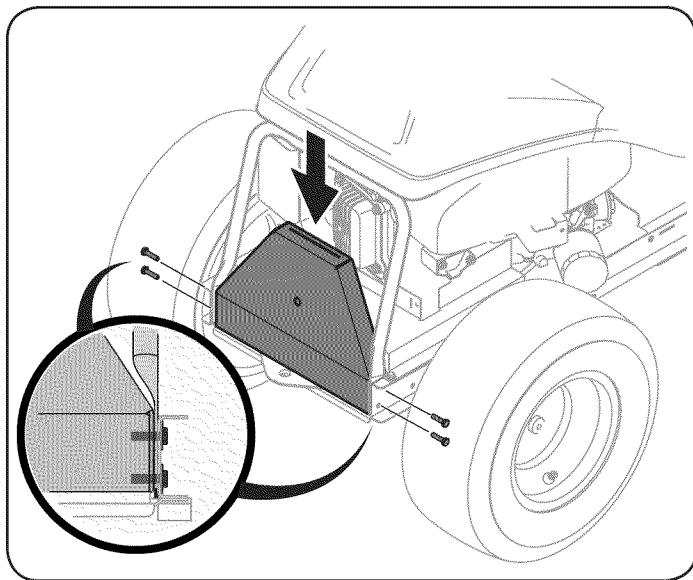

Figure 4
2. Instale el soporte de la embolsadora de montaje en el tractor, con cuatro tornillos de cabeza hexagonal 710-3015 de Hardware Pack de 689-00210. Ver fig. 4. Alimentar a cada perno hexagonal a través de la estructura del tractor, el tubo de capó trasero de montaje, y el hilo en la soldadura de nuez en el soporte de la embolsadora de montaje, como se muestra en la fig. 4.